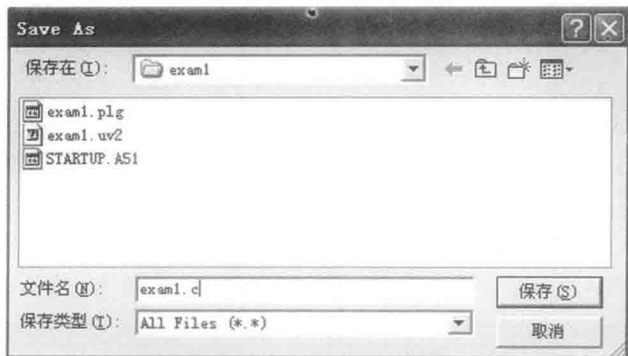

图 1-13 源文件保存
• 添加源文件和头文件。源文件就是一般的文本文件，可以使用任意文本编辑器编写，不一定使用 Keil 软件编写，但在 Keil 下编写会用不同的颜色来显示不同的参数变量，比较便于观察。在 Keil 软件中的建立源文件的方法为：在空白的项目界面中，选择 File→New，则自动生成一个空白的页面，在该页面中可以进行程序的输入。如果使用的是 C 语言，则需要以 .c 为后缀保存该文件；如果使用汇编语言编程，文件的后缀应为 .asm，如图 1-13 所示。